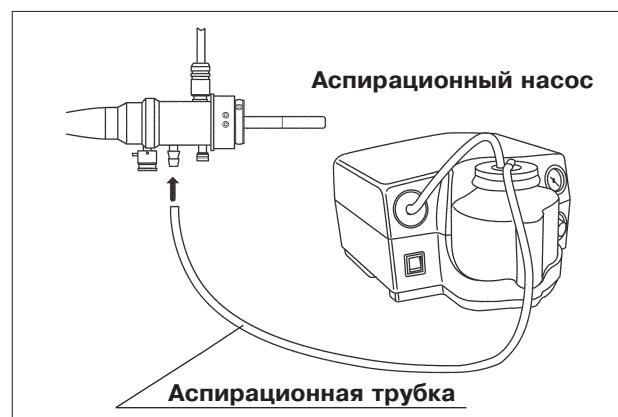

Рис. 3.16
3. Присоедините аспирационную трубку к аспирационному коннектору на блоке световодного коннектора (см. рис. 3.16).